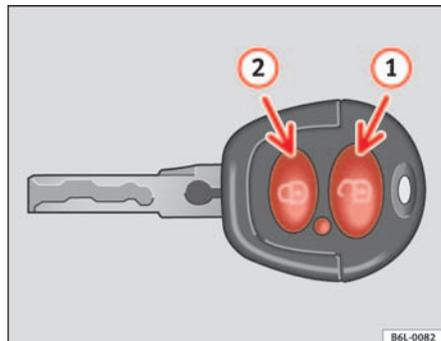
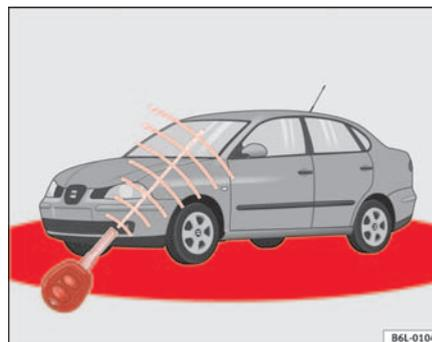

Abb. 47 Tastenbelegung
Abb. 48 Wirkungsbereich der Funkfernbedienung
Die Abbildung zeigt den Wirkungsbereich (rote Bereiche) ⇒ Abb. 48 der Funkfernbedienung. Die maximale Restreichweite ist abhängig von verschiedenen Faktoren.
Richten Sie die Funkfernbedienung zum **Entriegeln** innerhalb des Wirkungsbereichs auf das Fahrzeug und betätigen Sie kurzzeitig die Entriegelungstaste  ⇒ Seite 82, Abb. 47 . Die Blinker blinken zweimal auf. Zum **Verriegeln** des Fahrzeugs drücken Sie kurzzeitig die Taste  ⇒ Seite 82, Abb. 47 . Die Blinker blinken einmal auf.
Bei **zweimaligem** Betätigen der Schließstaste  ⇒ Seite 82, Abb. 47  deaktivieren Sie Ihre SAFE-Sicherung (doppelte Verriegelung) und die Innenraumüberwachung\*. Die externe Warnanlage\* bleibt aktiviert, die Kontrollleuchte leuchtet weiter.
Bei einmaligem Drücken der Taste  ⇒ Seite 82, Abb. 47 , wird nur die Fahrertür geöffnet. Alle anderen Türen bleiben verriegelt.
Bei zweimaligem Drücken der Taste  ⇒ Seite 82, Abb. 47  werden alle Türen entriegelt.
- Die Funkfernbedienung funktioniert nur, wenn Sie sich im Wirkungsbereich befinden ⇒ Seite 82, Abb. 48 (rote Fläche).
- Verwenden Sie die beiden Schlüssel, die mit dem Fahrzeug ausgehändigt werden, den Funkschlüssel und den normalen Schlüssel ⇒ Seite 82, Abb. 47 ⇒ Seite 82, Abb. 48.